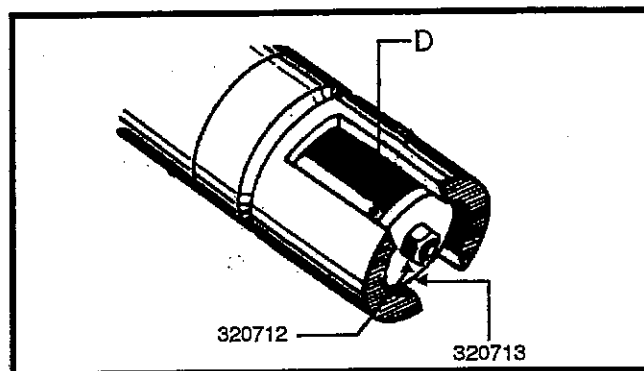

Abbildung 4: Entfernung der Gegenmutter und der Unterlegscheibe
- b. Den Stift oder einen Nagel in Loch "D" (Siehe Abbildung 4) der Ansaugstange 330329 einstecken. Die Gegenmutter 320712 und die Unterlegscheibe 320713 entfernen, während die Stange festgehalten wird.
2. Die Gegenmutter 320712 lösen und zusammen mit der Unterlegscheibe 320713 von der Ansaugstange 330329 entfernen. Die Stange kann mit einem in das Loch "D" eingesteckten Stift oder Nagel gehalten werden (Siehe Abbildung 4).
24. Die Unterlegscheibe 320713 auf die Ansaugstange 330329 schlüpfen und mit der elastischen Nietmutter 320712 fest anziehen. Die Stange mit einem Nagel oder Stift durch Loch "D" (Abbildung 4) festhalten.